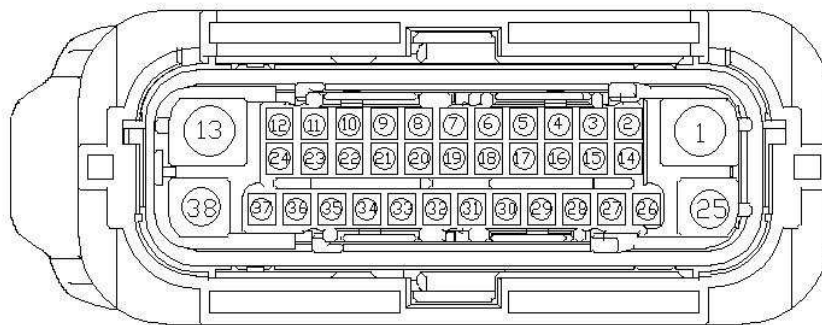

Fig. 8 Symbol View
- (2) Fig. 8 에 보여지는 것과 같은 방향으로 각 단자를 Cavity 에 삽입하십시오. 단자가 걸려서 삽입이 멈추어지면 작업이 완료된 것이다.